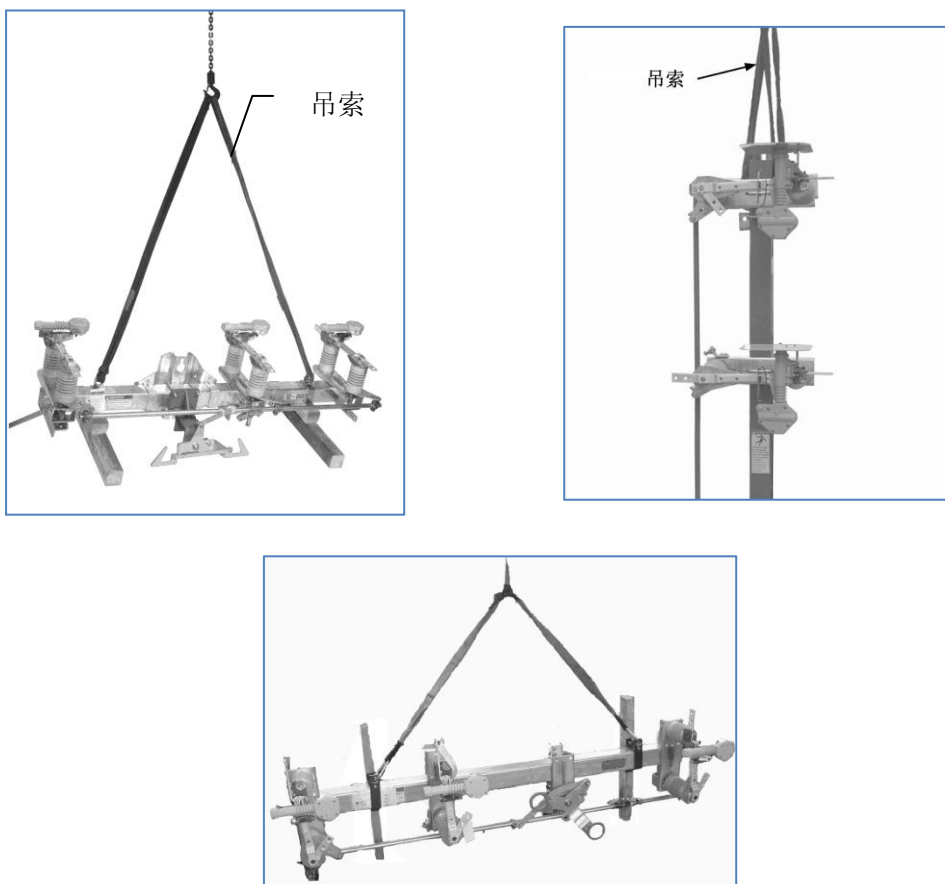

图 1 起吊
- 拆卸木包装箱，验收装箱清单，同时取出安装附件及安装说明书。拆卸后，直立开关及垂直开关仅留 2 根枕木（如图 1），当开关安装完毕后才能拆除该枕木。
起吊前请确认负荷开关处于合闸状态。对于直立式或垂直式开关，吊索固定于开关横梁的吊架上（如图 1），用吊索将开关提升至安装高度。层叠式开关起吊时吊索固定于开关上端的安装架上。